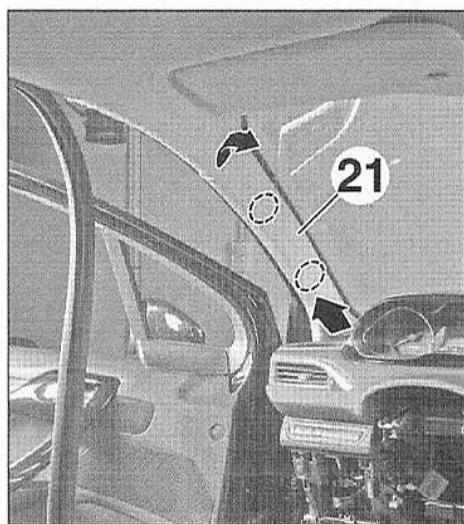

FIG.17
- Dégrafer et déposer la garniture du montant de pare-brise (21) (Fig.17),